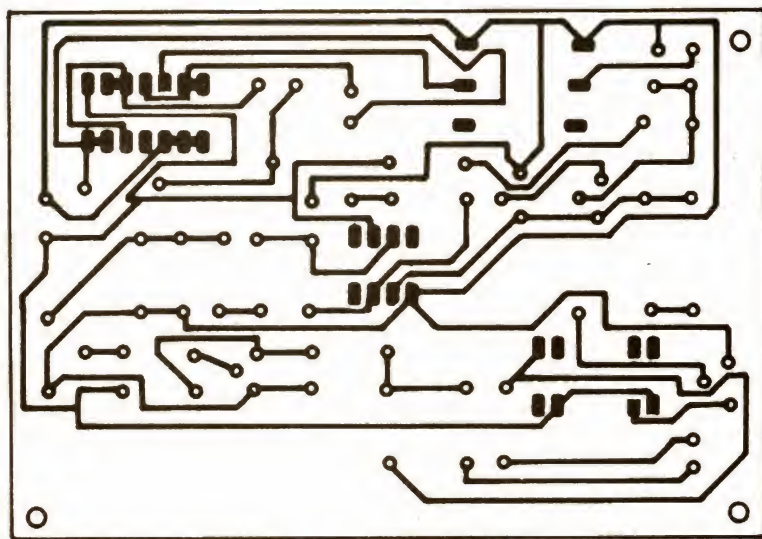
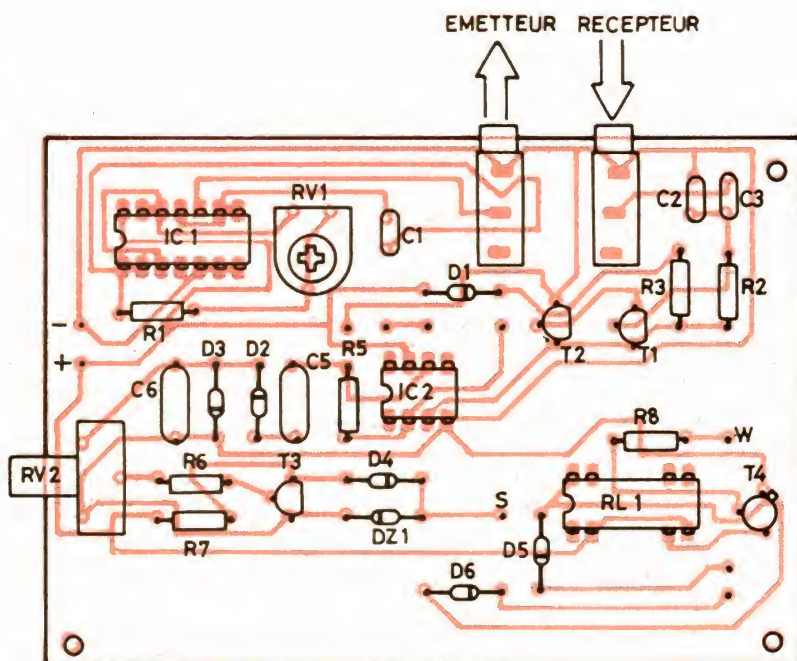

FIGURE 5. - Circuit imprimé du détecteur à ultra-sons + warning.
FIGURE 6. - Détecteur à ultra-sons + warning, vu côté composants.
Un très classique CD4011 monté en oscillateur va nous fournir une suite d'impulsions dont l'amplitude variera de 12 à 18 V suivant la tension batterie. Un C-MOS comme le 4011 nous est apparu suffisant pour piloter correctement notre émetteur (6 heures de fonctionnement ininterrompu sans problèmes ni échauffement). En réception, on trouvera des BC239C qui sont des transistors à grand gain (800) et très faible bruit. Ce signal amplifié va alors être appliqué à l'entrée non inverseuse d'un classique amplificateur opérationnel (471) à qui sera confiée l'amplification finale. Un dernier transistor nous permettra de polariser correctement l'entrée du 74374 de la carte microprocesseur. Schéma de principe figure 4, tracé figure 5, implantation figure 6.